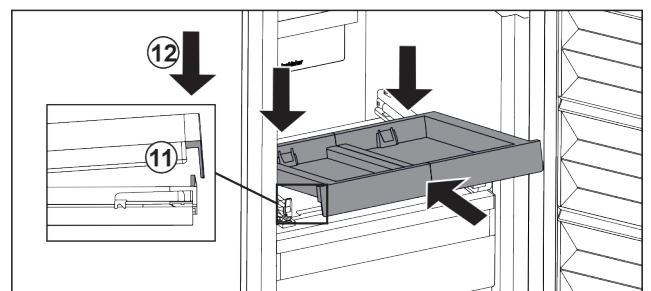

Fig. 143
- ▶ Schräg einschoben. Darauf achten, dass auf beiden Seiten der Anschlag hinter der Lasche ist. Fig. 143 (11)
- ▶ Auszugsbord vorne absetzen. Fig. 143 (12)